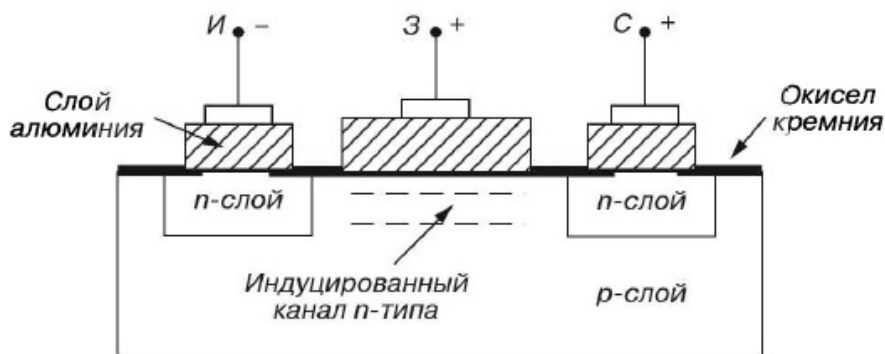

Рис. 3
Схематичная структура полевого транзистора с *индуцированным* n -каналом представлена на рис. 3. Электрод затвора изолирован от полупроводникового канала с помощью слоя диэлектрика из двуокиси кремния (SiO_2). Поэтому полевой транзистор с такой структурой называют МОП-транзистором (металл-оксид-полупроводник). Электроды стока и истока располагаются по обе стороны затвора и имеют контакт с полупроводниковым каналом. При напряжении на затворе относительно истока, равном нулю, и при наличии напряжения на стоке ток стока I_C оказывается
- источники **E1** и **E2** постоянного напряжения, к одному из которых с помощью переключателя **A** подключается коллектор биполярного транзистора. Выбор источника питания зависит от знака полярности коллектора (стока) соответствующего транзистора (см. рис. 3б);